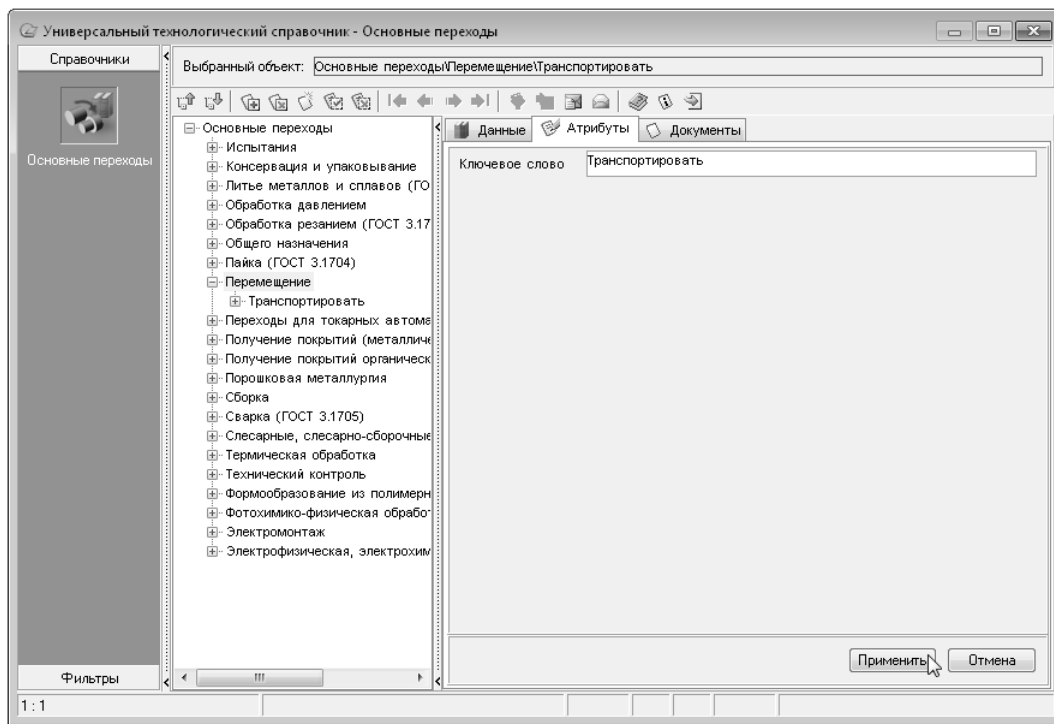

Рис. 9.2.
9. В открывшейся вкладке **Атрибуты** в ячейке **Ключевое слово**, наберите с клавиатуры «Транспортировать» и нажмите кнопку **Применить** (рис. 9.2).